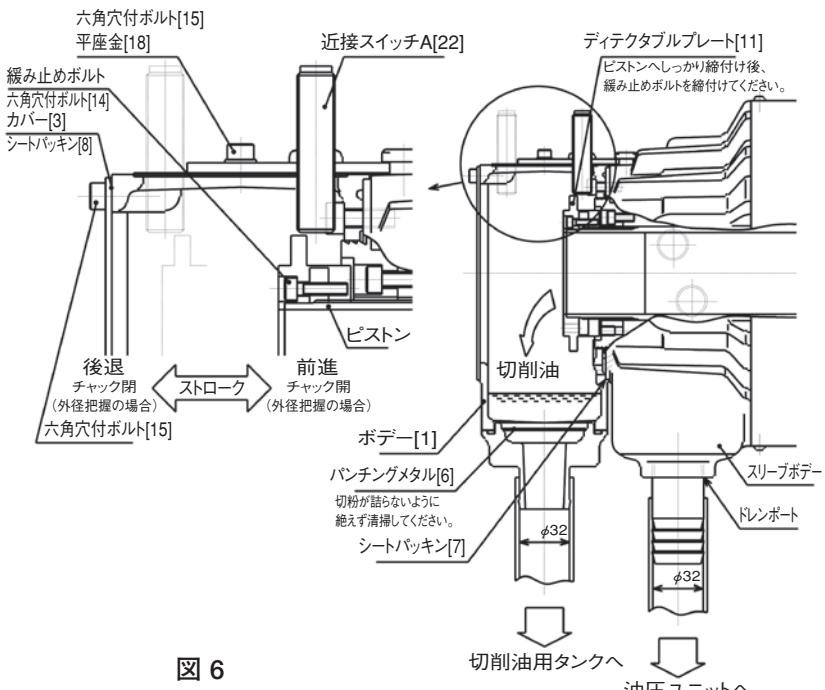

図 6
(内径  $\phi 32$ ) (図6)
近接スイッチの位置調整については下記の手順で行ってください。(図6)
- 切削油がクーラントコレクタから溢れ出た場合、スリープボディー側へ切削油が混入します。切削油がクーラントコレクタ内に溜まらないように絶えずパンチングメタルを清掃し切粉詰りに十分注意すること。(図6)